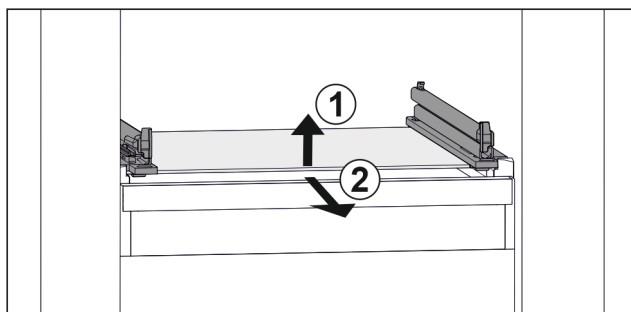

Fig. 100 Simbolična slika steklene plošče
- ▶ Stekleno ploščo dvignite v smeri naprej. Fig. 100 (1)
- ▶ Stekleno ploščo odstranite v smeri naprej. Fig. 100 (2)